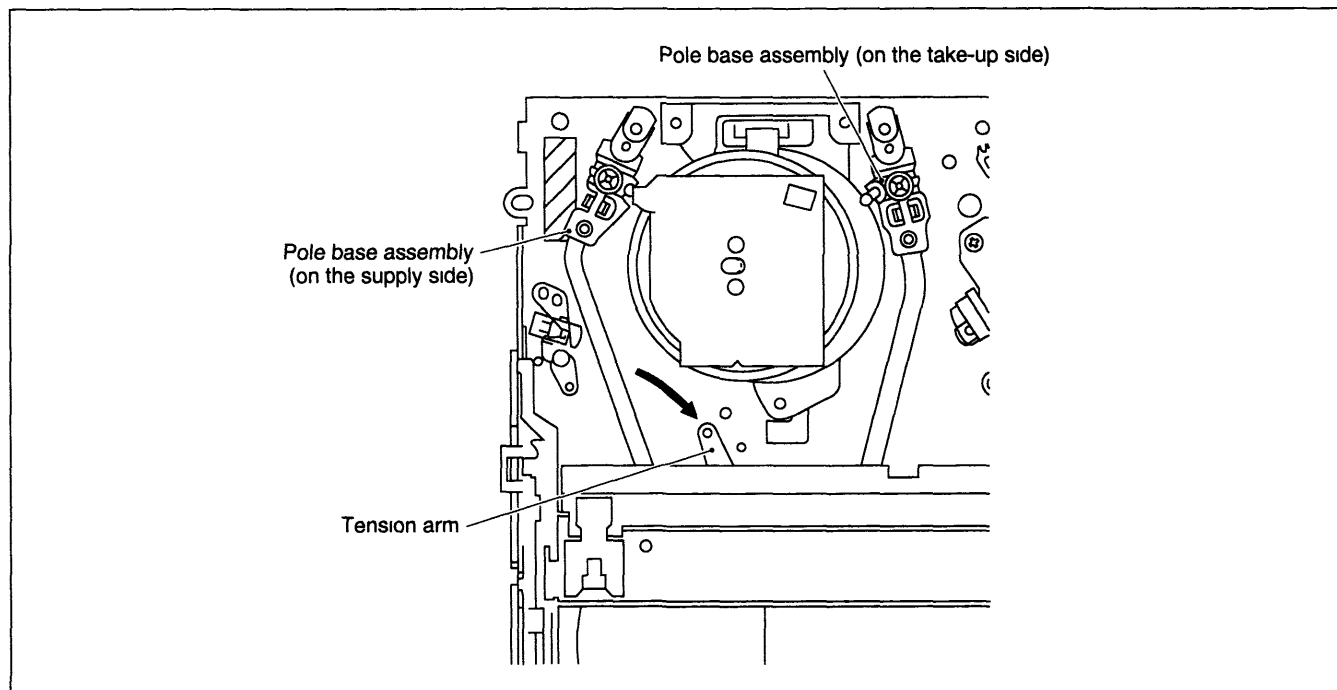

Fig 2-1-3
- (1) Desconecte o cabo de rede e remova a tampa superior, suporte e Pannel Frontal, (Veja 1 3 MÉTODO DE DESMONTAGEM E MONTAGEM)
- (2) Enquanto mantém o braço tensor (tension arm) livre de tensão, remova a fita do conjunto poste montado (pole base assy) e do rolete (no lado supply ou take-up) (Veja Fig 2-1-3)